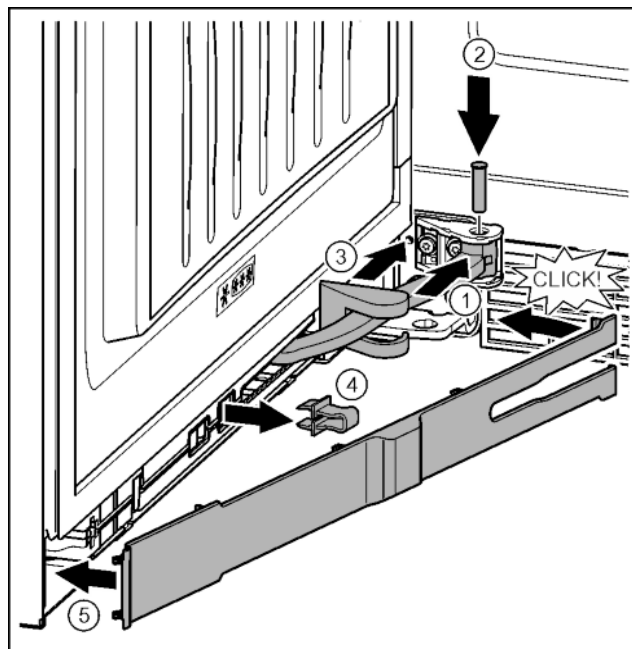

Fig. 43
- ▶ Повернуть шарнир в навеску. Fig. 43 (1)
- ▶ С помощью отвертки T15 вставить палец в навеску и шарнир. При этом следить за тем, чтобы выступ фиксатора занимал правильное положение в пазу. Fig. 43 (2)
- ▶ Переместить крышку опорного кронштейна вдоль шарнира и установить над навеской. Fig. 43 (3)
- ▶ Снять предохранитель. Fig. 43 (4)
- ▶ Установить накладку со стороны ручки и повернуть. Fig. 43 (5)